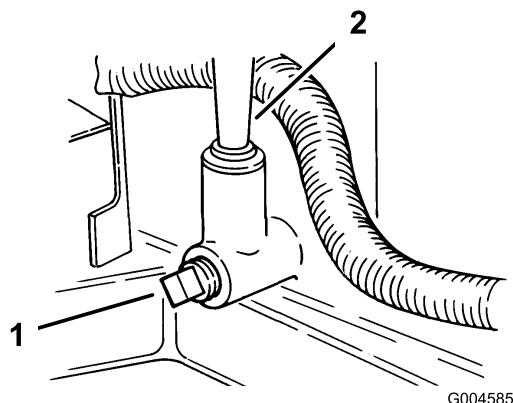

Figure 22
9. Placez un bac de vidange sous le goulot de remplissage/jauge et retirez le bouchon de vidange (Figure 22).